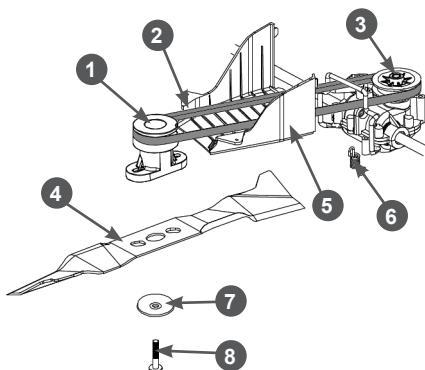

Рис. 26 Обслуживание ремня привода
3. Открутите два винта крепления и снимите защитный кожух 5 ремня (Рис. 26).
4. Попросите помощника нажать рычаг остановки двигателя. Медленно прорачивая коленчатый вал двигателя за нож, внимательно осмотрите ремень 2 привода хода на наличие трещин, разрывов, отслоения корда (Рис. 26). При обнаружении повреждений ремень необходимо заменить.
2. Открутите два винта крепления и снимите защитный кожух 5 ремня (Рис. 26).
3. Снимите ремень 2 со шкива адаптера в сторону двигателя и снимите адаптер 1 с вала двигателя (Рис. 26).
4. Снимите ремень со шкива 3 редуктора (Рис. 26).